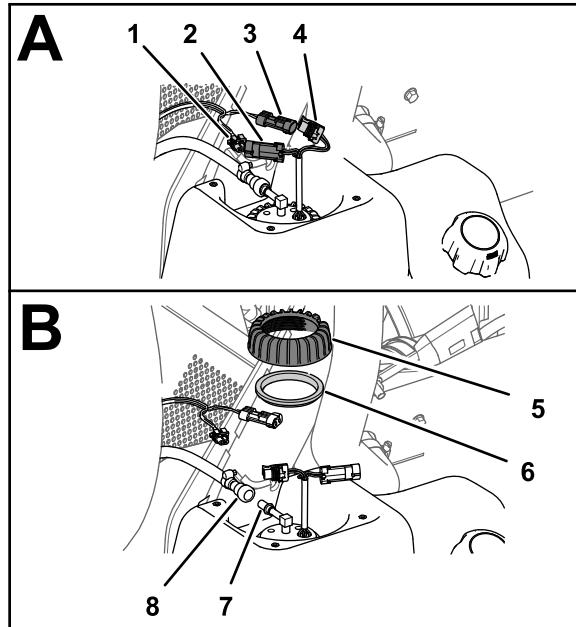

Figura 86
1. Desconecte el conector hembra de 2 vías del arnés de cables de la máquina del conector de 2 pines de la bomba de combustible/sensor; desconecte el conector de 2 pines del arnés de cables de la máquina del conector hembra de 2 vías de la bomba de combustible/sensor (Figura 86).
2. Aleje el anillo de bloqueo del acoplamiento de la manguera de combustible del conector de la bomba de combustible/sensor y retire el acoplamiento y la manguera del conector (Figura 86).
3. Gire la tuerca de la bomba de combustible/sensor en sentido antihorario y retire la contratuerca y la junta (Figura 86)